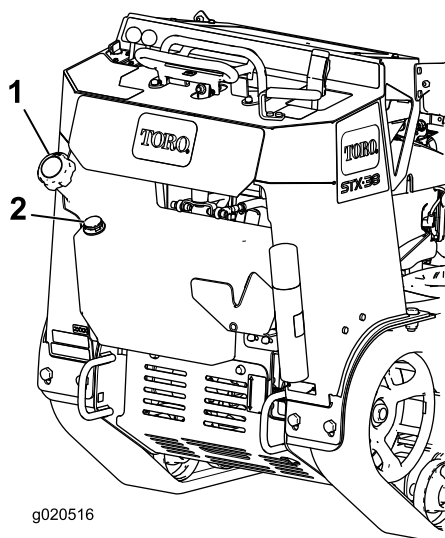

Bild 17
3. Reinigen Sie den Bereich um den Tankdeckel und nehmen Sie den Deckel ab (Bild 17).